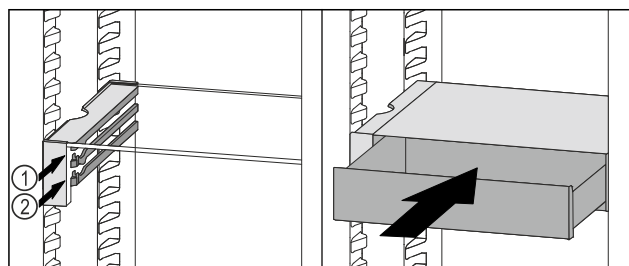

Fig. 100
- ▶ Așezați sertarul VarioSafe în spatele opritoarelor pe nervura dorită Fig. 100 (1) sau Fig. 100 (2).